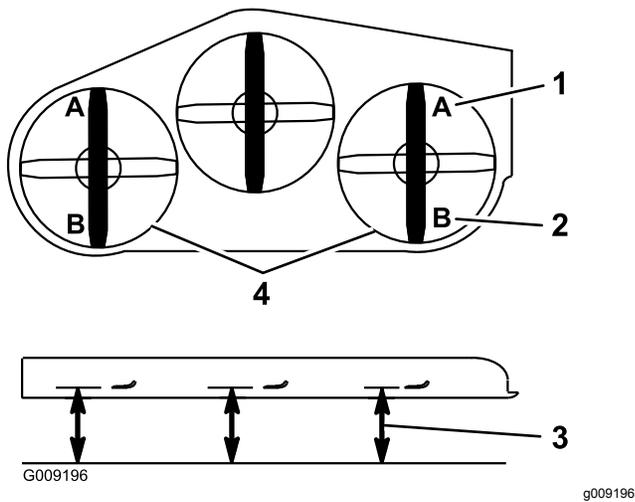

Figure 97
9. De chaque côté du tablier de coupe, mesurez la distance entre la surface plane et la pointe avant de la lame (position A), comme montré à la Figure 97.
15. De chaque côté du tablier de coupe, mesurez la distance entre la surface plane et la pointe arrière de la lame (position B), comme montré à la Figure 97.